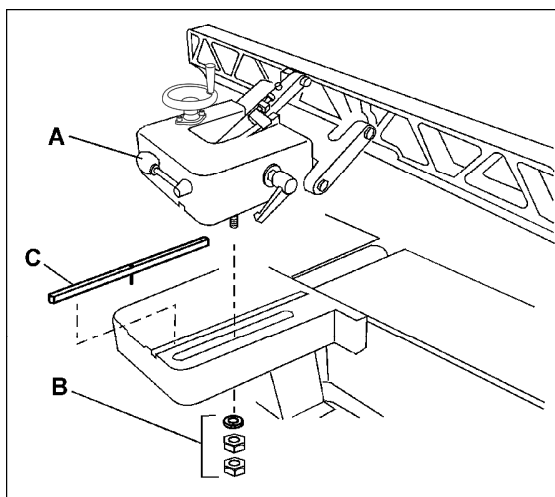

Рис. 46
1. Ослабьте ручку фиксации (А, Рис. 46) и открутите 2 шестигранные гайки с шайбами (В, Рис. 46), придерживая упор на кронштейне. Снимите узел упора.
2. Извлеките шпонку (С, Рис. 46) из кронштейна упора. При необходимости для извлечения можно воспользоваться шлицевой отверткой, поддев ею один конец шпонки.
3. Установите узел упора под нужным углом поперек строгального вала. См. Рис. 47. Прикрутите упор к кронштейну с помощью шестигранных гаек и шайб (В, Рис. 46), затем затяните ручку фиксации упора (А, Рис. 46).
ПРИМЕЧАНИЕ: при установке узла упора обратно в его обычное положение сначала вставьте назад шпонку (С, Рис. 46) в паз.